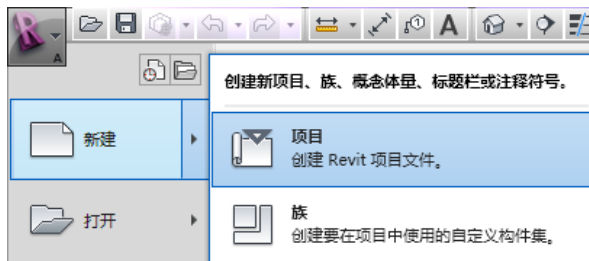
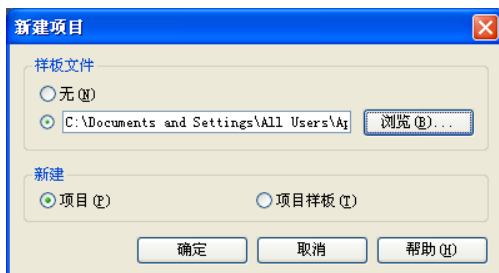

图 1-1
图 1-2
- 1) 启动 Autodesk Revit 软件，单击软件界面左上角的“应用程序菜单”按钮，在弹出的下拉菜单中依次单击“新建”>“项目”（如图 1-1 所示），在弹出的“新建项目”对话框中单击“浏览”选择光盘中“项目样板文件”文件夹中提供的样本文件“项目实战专用样板.rte”并确定（如图 1-2 所示）。